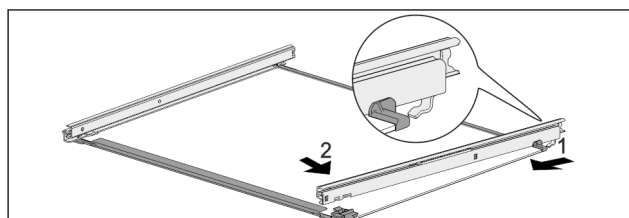

Fig. 125 Glasplatte mit Schienen
- Schiene hinten einhaken. Fig. 125 (1)
- Schiene vorne einrasten. Fig. 125 (2)